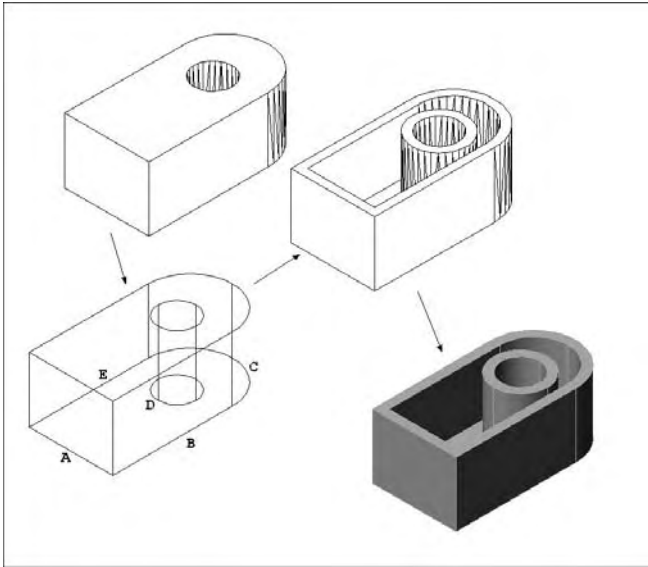

Fig.7.23
**L'exemple de la figure 7.23, illustre un gainage sans face supérieure. La procédure est la suivante :**